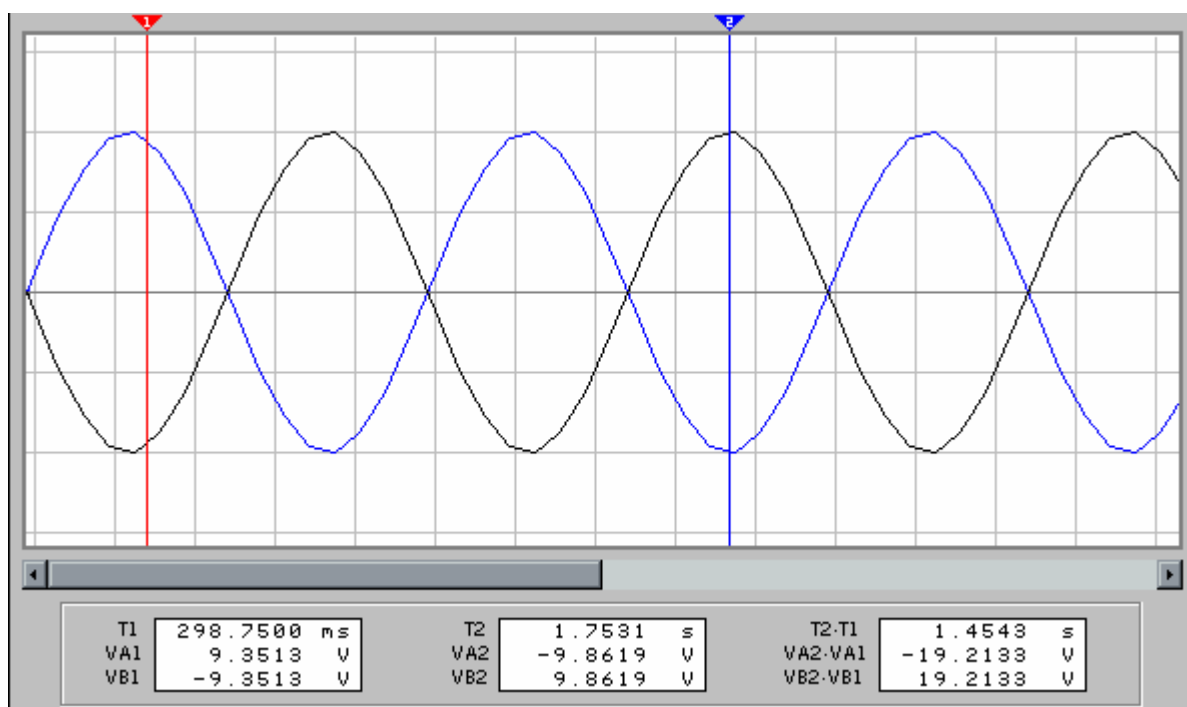

Рисунок 2.12 Пример работы с визирными линейками
- Если исследуемый сигнал поступает с первого канала, то используем 1-ю визирную линию (красного цвета), если со второго – 2-ю визирную линию (синего цвета), рисунок 2.12.